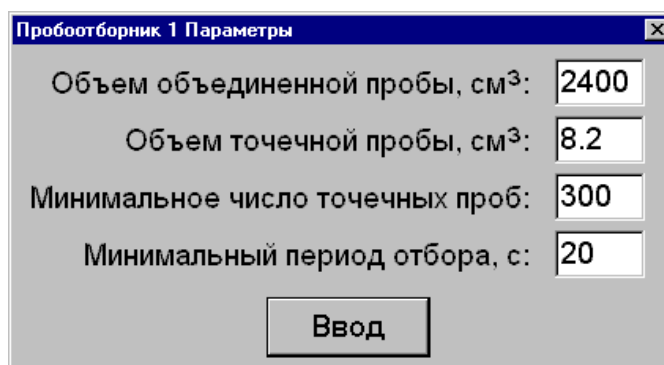

Рис. 18
- выбор **Параметры** вызывает на экран окно (Рис. 18).